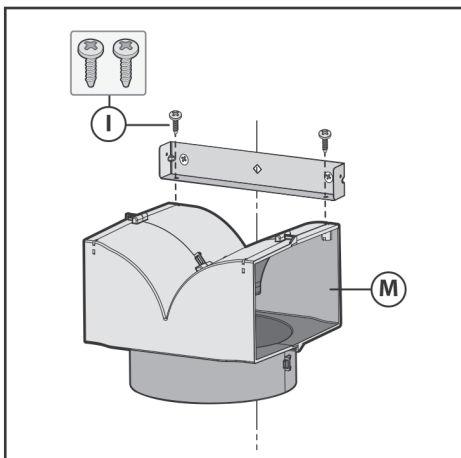

Рис. 4
2. Подсоедините отводной канал воздуха **М** к скобе и закрепите его на ней винтами **И**, как показано на рис. 4.